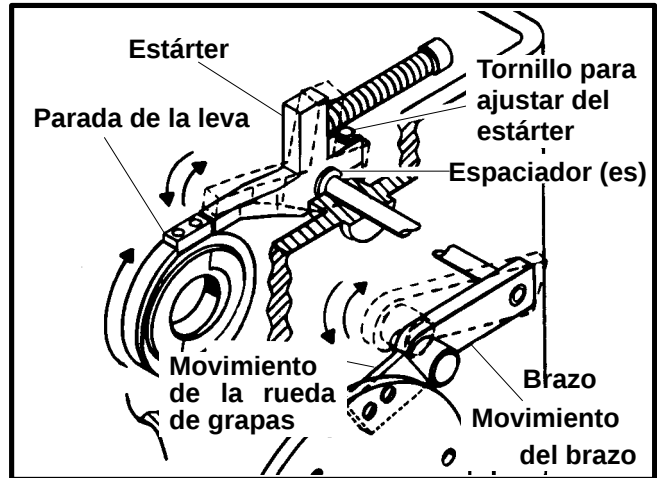

Figura 21
5. Después que todos los ajustes hayan sido realizados, apriete de nuevo el tornillo en el estérter (Vea la Figura 21) y ponga a rodar el pedal por varios ciclos. Determine si el pedal y el sistema de frenos están funcionando correctamente, si no es así, se requerirán ajustes adicionales.